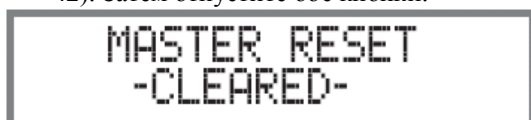

Рисунок 42
1. Нажмите одновременно кнопки STORE/EXIT и OUTPUT2, пока на дисплее передней панели не появится надпись: "MASTER RESET" (См. рис. 42). Затем отпустите обе кнопки.